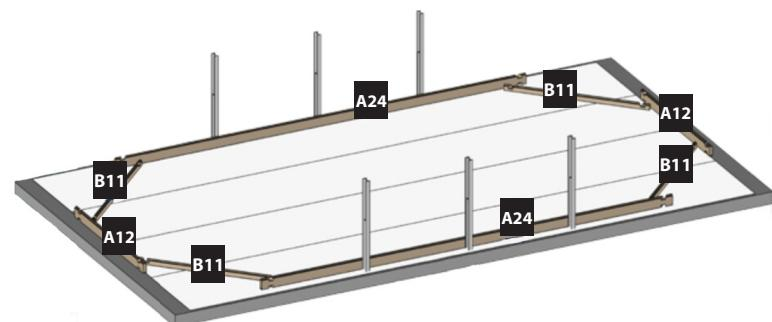

Fig. 12 / Abb. 12 / Afb. 12
- INSTALLATION OF THE FIRST LAYER OF BOARDS:** • Build the first layer placing borads (A24), (A12) and (B11) as shown by figure 12. • Adjust the shape of the pool using the inside dimensions indicated in the installation diagram (see page 24). • The drawing shows the inside dimensions of the pool for the different opposing diagonals. After having installed de first layer, you should check the inside dimensions of the pool.
- POSITIONNEMENT DE LA 1ÈRE RANGÉE DE MADRIERS :** • Constituez la première rangée, en disposant les madriers (A24), (A12) et (B11) comme indiqué sur la figure 12. • Ajustez la forme de la piscine en vous aidant des dimensions intérieures indiquées sur le plan d'implantation (Voir page 24). • Le plan donne les dimensions intérieures du bassin pour les différentes diagonales opposées.
- POSITIONIERUNG DER ERSTEN REIHE VON BRETTERN:** • Errichten Sie die erste Reihe, indem Bretter (A24), (A12) und (B11) platzieren, wie Abb. 12 zeigt. • Passen Sie die Form des Pools an, indem Sie die angezeigten Innenmaße verwenden, die in der Einbauzeichnung (Siehe Seite 24) aufgeführt sind. • Die Zeichnung zeigt die Innenmaße des Pools für die verschiedenen gegenüberliegenden Diagonalen.
- PLAATSING VAN DE EERSTE RIJ PLANKEN:** • Construeer de eerste rij door het plaatsen van planken (A24), (A12) en (B11) zoals te zien is op afbeelding 12. • Plan de vorm van het zwembad aan waarbij u gebruik maakt van de interne afmetingen die zijn aangegeven op het montageplan (Zie pagina 24). • Het plan geeft interne afmetingen van het zwembad aan voor de verschillende tegenover elkaar liggende diagonale lijnen.